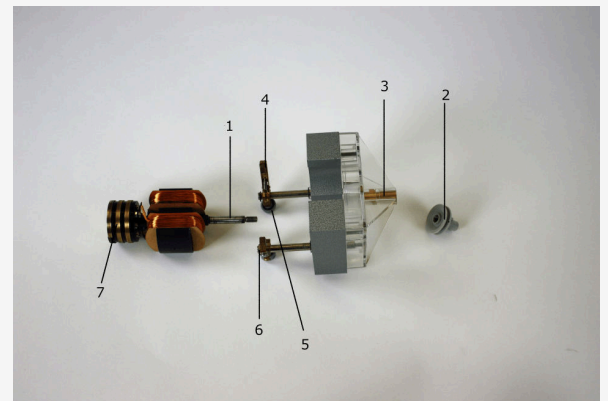

Abb. 1
- Setze den Motoraufsatz nach Abb. 1 zusammen.